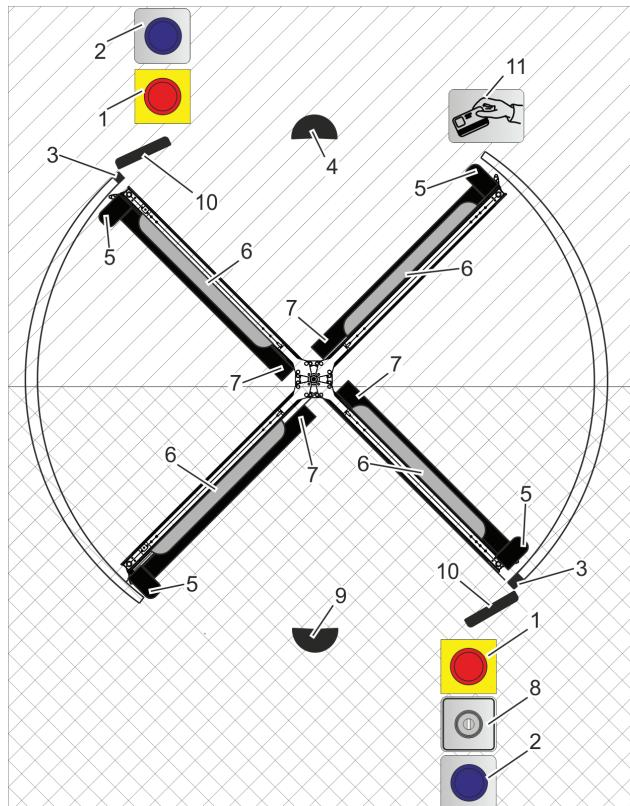
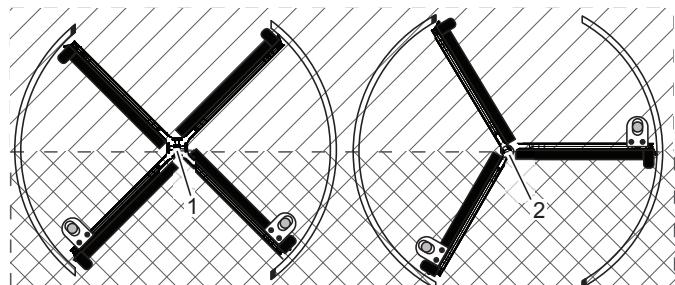

Рис. 123 Общий вид устройств для функциональной проверки
Рис. 124 Положение запирания
- Установить переключатель программ (рис. 123/8) в положение
- Проверить кнопки аварийного останова (рис. 123/1).
- Проверить кнопку для пропуска инвалидов (рис. 123/2).
- Защитная контактная планка – горизонтальная (рис. 123/7)
- Защитная контактная планка – вертикальная (рис. 123/5)
- Датчик предварительного обнаружения на створке (рис. 123/6)
- Проверить стабильность срабатывания активной защитной контактной планки – основной стойки (рис. 123/3) со стороны входа и выхода.
11. Установить переключатель программ (рис. 123/8) в положение . Установить карусельную дверь вручную в положение запирания (рис. 124/1 или 2).
- 13.** Установить переключатель программ (рис. 123/8) в положение . Закрыть и заблокировать ночной экран (рис. 125/1 или 2) вручную. Затем отпереть ночной экран и переместить его обратно.
Установить переключатель программ (рис. 123/8) в положение . Закрыть и открыть ночной экран (рис. 125/1 или 2) с помощью отдельного переключателя с ключом. Убедиться в отсутствии людей в зоне перемещения ночного экрана (рис. 125/1 или 2).
- 15.** Установить переключатель программ (рис. 123/8) в положение . Сложить створку, затем установить ее в положение открытия для проезда транспорта (рис. 126). После выравнивания установить створку обратно в исходное положение.
- 16.** Установить переключатель программ (рис. 123/8) в положение . Сложить створку и установить ее в положение открытия для аварийного выхода (рис. 127). После выравнивания установить створку обратно в исходное положение.
- 17.** Выключить карусельную дверь. Установить переключатель программ (рис. 123/8) в положение